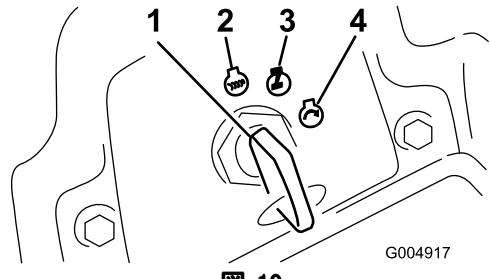

図 19
- キーを RUN 位置に回す(図 19)。
3. キーを OFF 位置に回す（図 19）。すべての部分が完全に停止してから運転席を立つ。